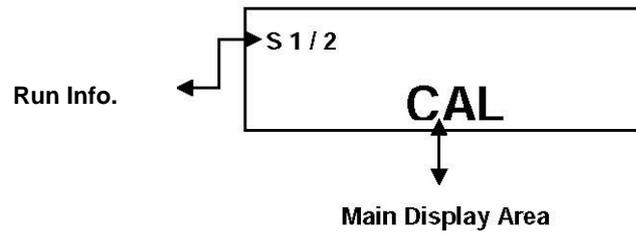

Fig. 6 Display durante la calibrazione
- 1 Quando stabilizzato alla temperatura impostata, il simbolo (**♦** o **s**) sarà fisso e l’utente potrà calibrare la macchina. Premere il pulsante **“mode”** e l’area del display principale mostrerà **“CAL”** (vedere Fig. 6).